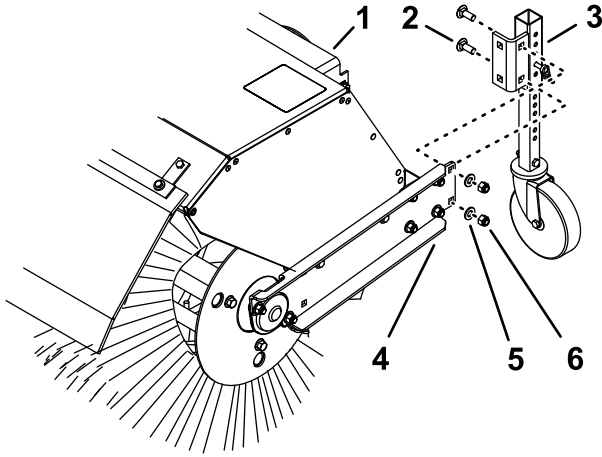

Bild 21
Wenn Sie im Schnee arbeiten, bewegen Sie die Laufräder von der Vorderseite des Kehrbürstenarms zur Rückseite der Haube der Kehrbürste (Bild 21).
- Entfernen Sie die beiden Sicherungsmuttern, Unterlegscheiben und Schlossschrauben (Bild 21), mit denen die Laufradhalterung am Kehrbürstenarm befestigt ist.
- Richten Sie auf der Rückseite der Haube der Kehrbürste die Löcher in der Laufradhalterung mit den Löchern auf der Innenseite des Kehrbürstenarms aus (Bild 21).
- Befestigen Sie die Laufradhalterung mit den beiden Sicherungsmuttern, Unterlegscheiben und Schlossschrauben am Kehrbürstenarm (Bild 21).